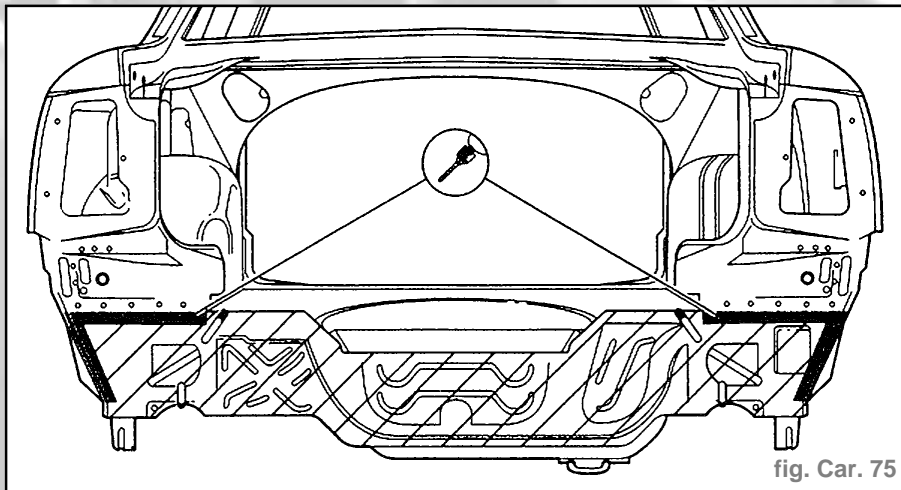

fig. Car. 75
- Un remplacement partiel est possible avec les lignes de coupe indiquées (fig. Car. 75).